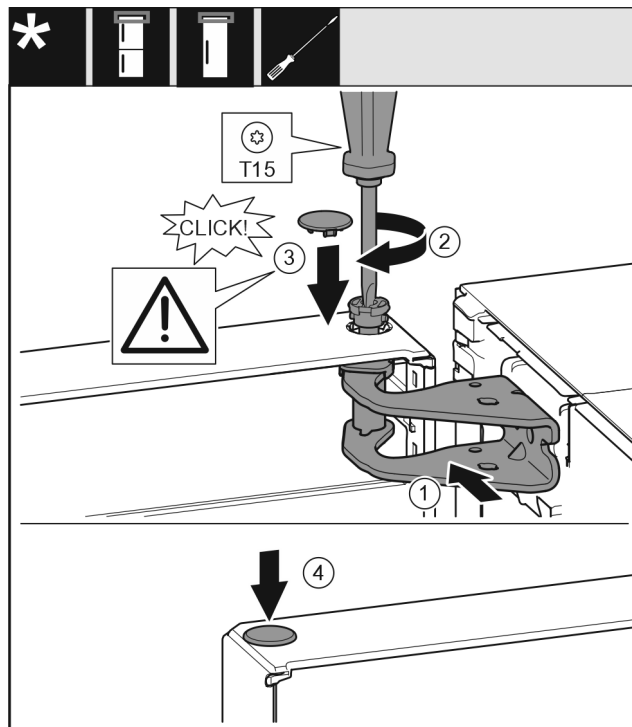

Fig. 21
- Dveře nahoře vyrovnejte s otvorem ve stojanu ložiska Fig. 21 (1).
- Vložte čep Fig. 21 (2) a pevně jej utáhněte šroubovákem.
- Nasadte kryt Fig. 21 (3).
- Zkontrolujte, zda kryt Fig. 21 (3) doléhá na dveře.
- Nasadte kryt Fig. 21 (4).